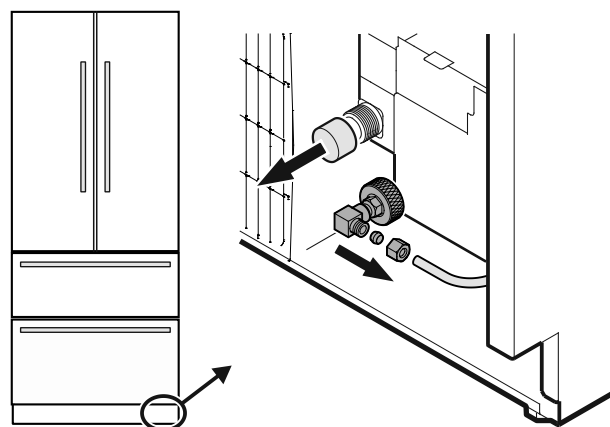

Figure 15
5. Retirer le couvercle de l'électrovanne (**Figure 15**).